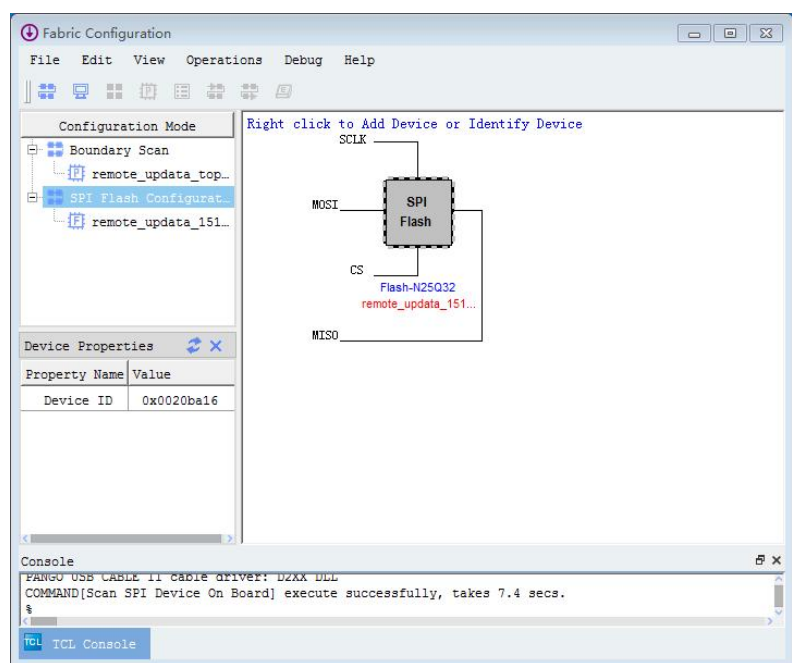

图 3-8 烧写合并位流文件
► 通过 PDS-Configuration，将合并位流文件烧写到 flash 芯片，如图 3-8 所示。